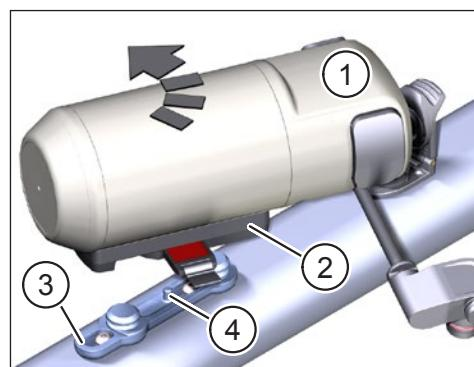

Fig. 4: Pose du Range Extender
- ▶ Placez le Range Extender (élément 1 Fig. 4) fixé au FIDLOCK® Force Connector (élément 2 Fig. 4) en biais sur le FIDLOCK® Bike Base (élément 3 Fig. 4) auf. Lors de la mise en place, le mandrin (élément 4 Fig. 4) sur le FIDLOCK® Bike Base doit glisser dans le logement correspondant du FIDLOCK® Force Connector. Les aimants aident à la mise en place et le Range Extender doit s'emboîter automatiquement en émettant un clic audible.